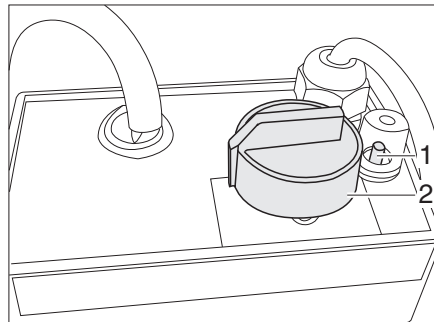

Fig. 301 Regolatore del riscaldamento elettrico del pavimento/riscaldamento del letto
- Ruotare il pomello girevole (Fig. 301,2) portandolo sullo stadio di riscaldamento desiderato.
- Ruotare il pomello girevole (Fig. 301,2) portandolo in posizione "0".
Se il regolatore viene sovraccaricato, interviene la protezione contro il surriscaldamento. Il nottolino (Fig. 301,1) fuoriesce.
- Inserire il nottolino (Fig. 301,1) della protezione contro il surriscaldamento dopo che il regolatore si è raffreddato.